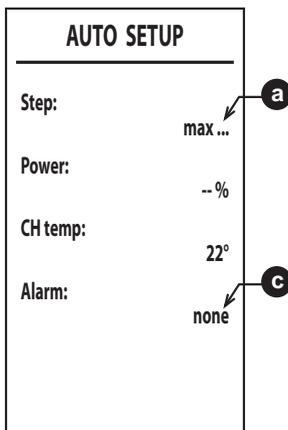

fig. 39
6. Dopo l'accensione, il bruciatore si posiziona in riscaldamento alle varie potenze (max, med, min) indicate dal punto **a** (fig. 39).
8. Qualora la sequenza di accensione descritta al punto “6” non sia andata a buon fine, compare la scritta **max\_err** al punto **a** e un codice di errore al punto **c** (fig. 39).